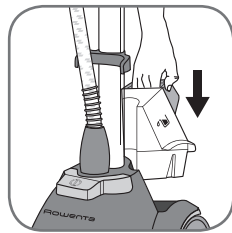

fig. 12
- Поместите бак на его место в корпусе прибора (рис. 12).